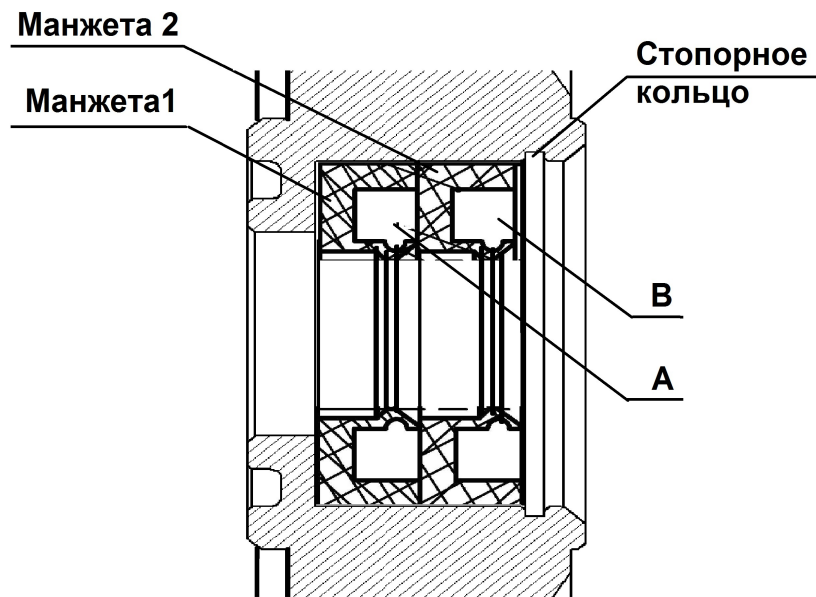

Рис. 12. Схема установки манжет.
- со стороны духовки снять кольцо стопорное и снять 2 манжеты (см. рис. 12);